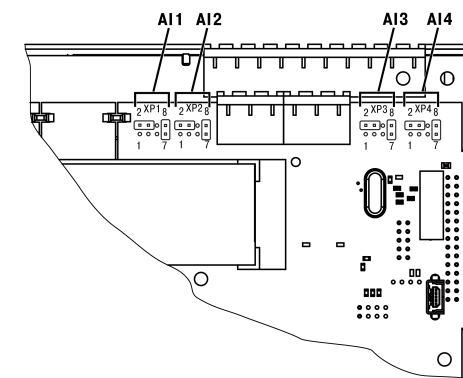

**Рисунок 7.2 – Отделение верхней крышки и клавиатуры**
- Снять крышку (см. рисунок 7.2, стрелка 1). Убрать клавиатуру (стрелка 2).